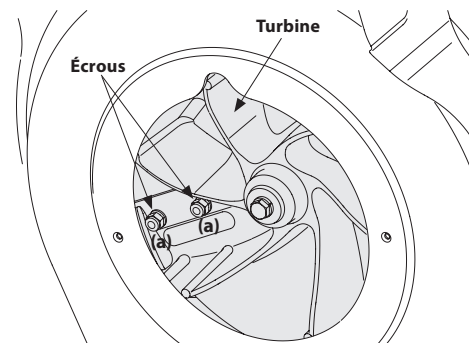

Figure 26
- Tenez les écrous (a) des vis qui se trouvent sous l'appareil avec une douille universelle de 1/2 pouce et une rallonge. Voir Figure 26.